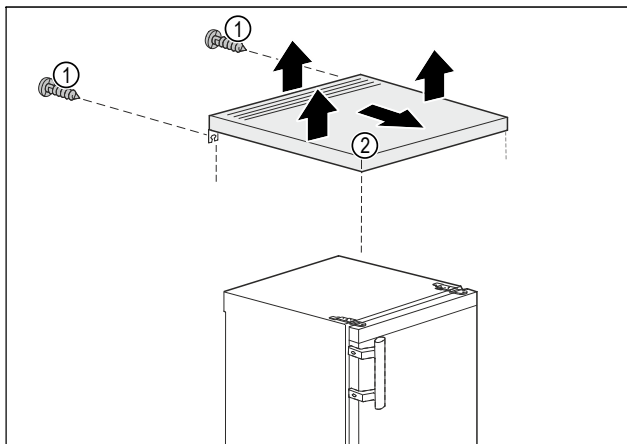

Fig. 3
- Schroeven Fig. 3 (1) aan de achterzijde verwijderen.
- Tafelblad Fig. 3 (2) aan de achterzijde optillen.
- Tafelblad Fig. 3 (2) naar voren schuiven.
- Tafelblad Fig. 3 (2) naar boven toe wegnemen.
- Tafelblad Fig. 3 (2) is verwijderd.